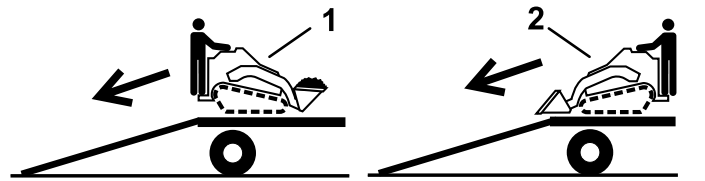

Figure 36
2. Descendez la machine de la remorque en gardant le côté le plus lourd en haut de la rampe et en maintenant la charge en bas (Figure 36).